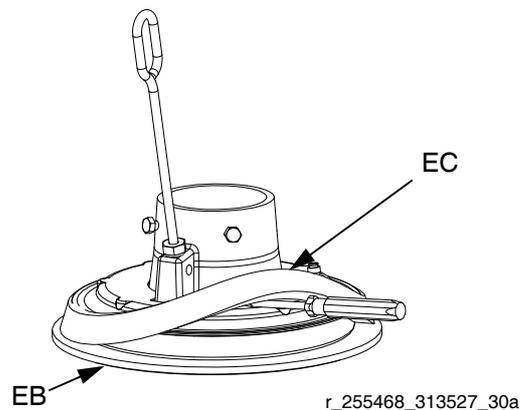

FIG. 16
2. *En partant du bas*, utiliser un tournevis pour faire levier et dégager l'entretoise (EC). Soulever l'entretoise de façon à ce qu'elle soit entièrement au-dessus de la bride du cylindre. Voir la FIG. 16.